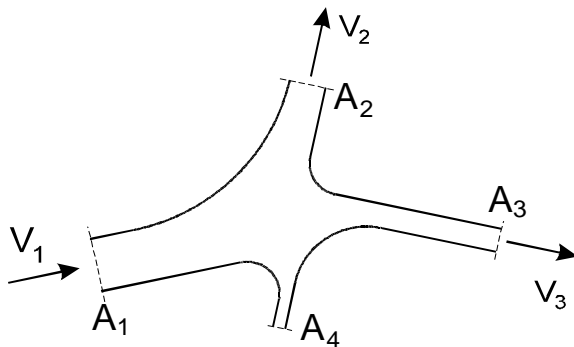

Fig. 5: Junção de tubulações
7. (5P) Um fluido incompressível escoar em regime permanente na junção de tubulação ilustrado na Fig. 5. Qual é a magnitude e orientação da velocidade  $V_4$ ?